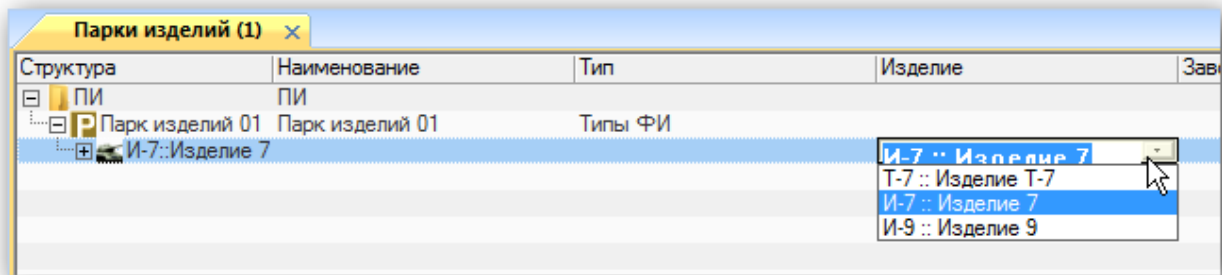

Рис. 19-5 – Выбор типа ФИ для изделия
8) Из раскрывшегося в поле «Изделие» списка выбрать либо тип ФИ (рис. 19-5), либо экземпляр ФИ, в зависимости от типа парка изделий.